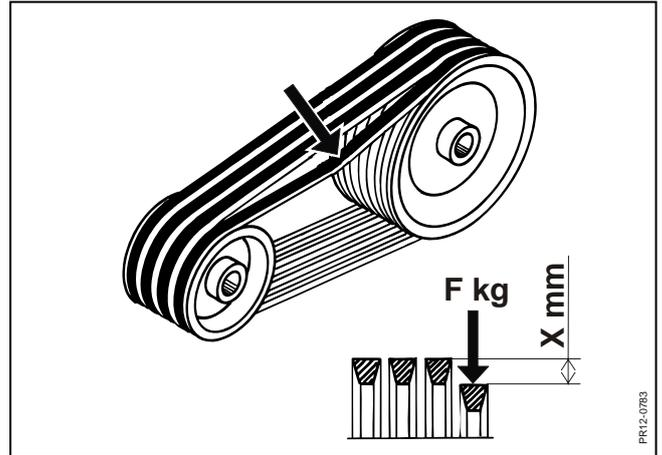

Fig. 5-2
**Fig. 5-2:** Als Ausgangspunkt ist der Keilriemen korrekt gespannt, wenn eine Kraft von  $F=7,5$  daN (kg) eine Biegung von  $X= 30 - 35$  mm mitten auf den Riemen gibt.